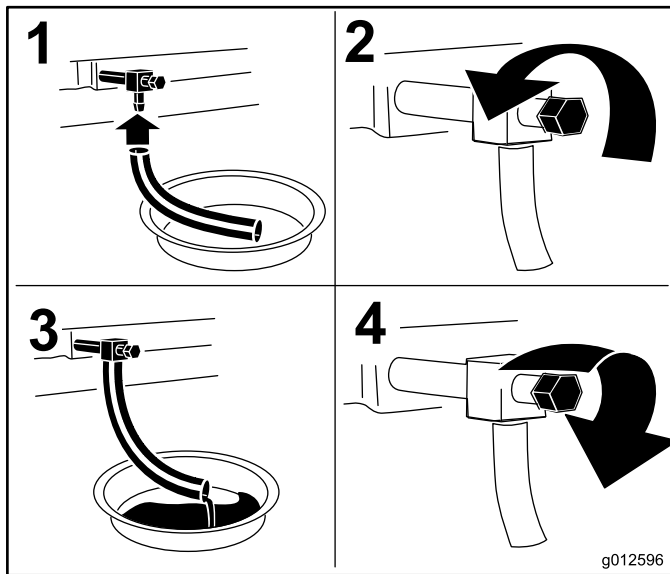

Figura 43
3. Pare el motor, retire la llave y espere a que se detengan todas las piezas en movimiento antes de abandonar el puesto del operador (Figura 43).
4. Cambie el aceite del motor, según se muestra en Figura 43.